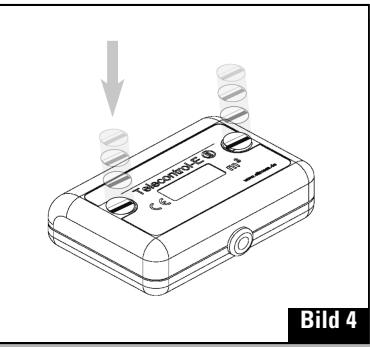

Bild 4
4.4 Schließen des Gehäuses und Abschluss der Inbetriebnahme (Bild 4)